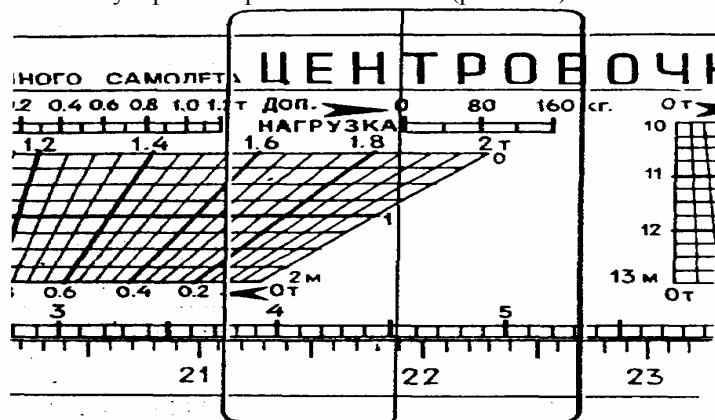

Рис. 2.21. Линейка. Положение "12" движка.
8. Перемещением движка вправо начало шкалы "ДОП. НАГРУЗКА" подводится под визирную линию бегунка (рис. 2.21).